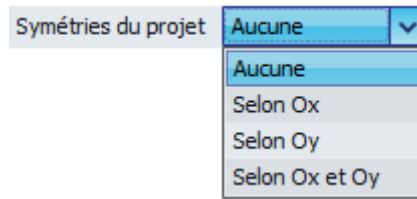

Figure C.21 : Exemple de liste déroulante
- De listes déroulantes (cf exemple Figure C.21) ;